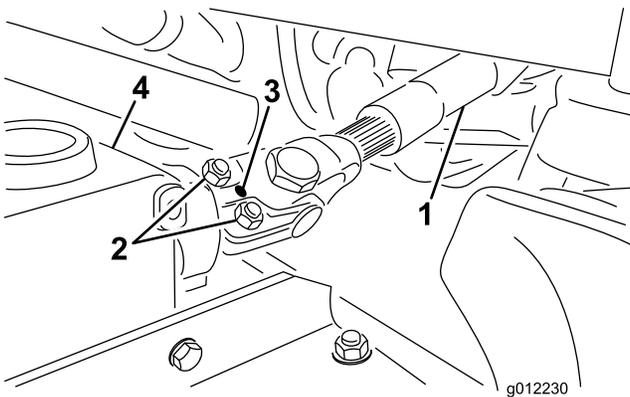

Bild 4
- Nehmen Sie den Rollstift aus dem Endjoch und der Getriebewelle (Bild 4).
- Lösen Sie die zwei Kopfschrauben und Sicherungsmuttern (Bild 4).
- Befestigen Sie das Endjoch der Zapfwellen-Antriebswelle mit dem Rollstift an der Getriebewelle (Bild 4).
- Ziehen Sie die Sicherungsmuttern an, um das Endjoch an der Getriebewelle zu befestigen (Bild 4). Ziehen Sie die Sicherungsmutter mit 20 bis 25 N-m an.